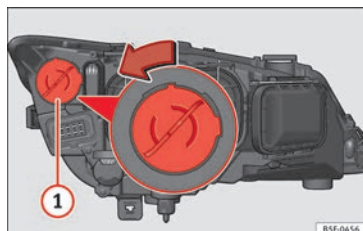

Abb. 104 Tagfahrleuchte.
- Drehen Sie den Lampenträger » Abb. 104 ① nach links und ziehen Sie.